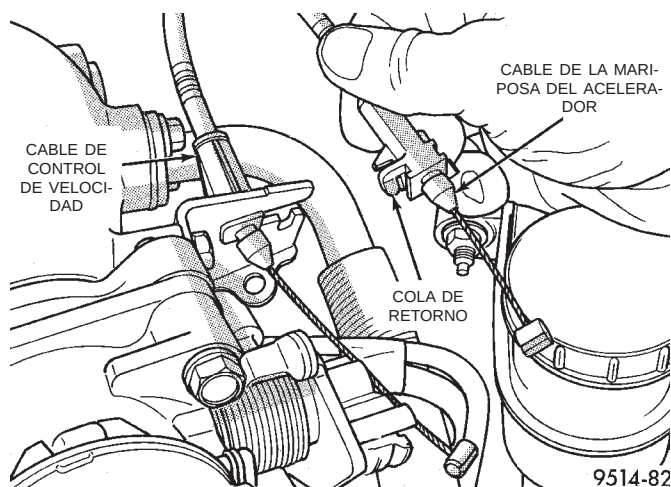

Fig. 34 Fijación del cable de la mariposa del acelerador
(11) Apriete la lengüeta de retención en el cable de la mariposa del acelerador y deslice el cable hacia afuera del soporte (Fig. 34).
(12) Deslice el cable de control de velocidad a través del soporte, si está equipado (Fig. 34).